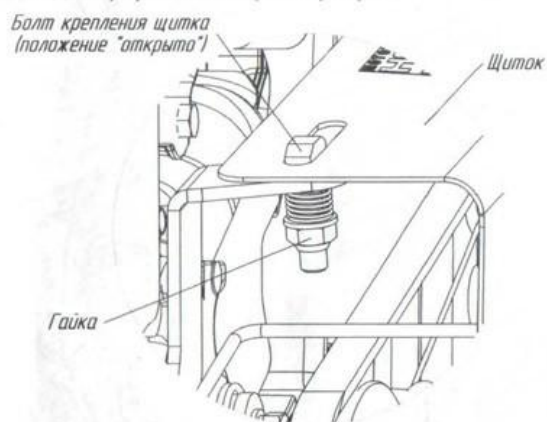

Рис.4 Схема крепления щитка со стороны ведущего шкива
- нажать на гайку снизу-вверх, тем самым поднять вверх болт крепления щитка (рис.4);
- повернуть головку болта крепления щитка в положение "открыто", как показано на рис.4 (головка болта должна быть расположена вдоль паза щитка);
- нажать на гайку снизу-вверх (рис.4);